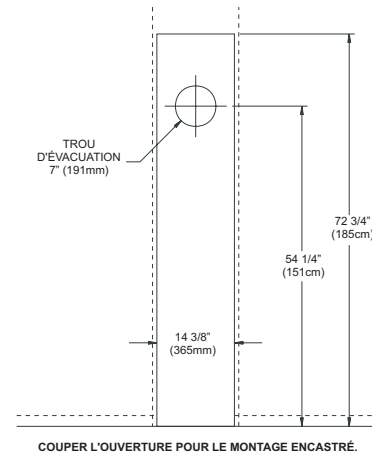
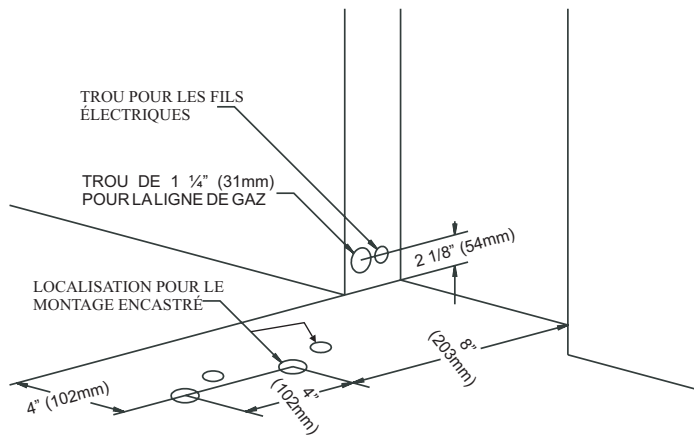

Figure 5
Figure 7
Le radiateur doit être situé sur un mur extérieur. Trouver les montants du mur, ainsi l'ouverture dans le mur sera entre les montants du mur. Le radiateur a une largeur de 14 1/8" (358mm) et peut être encastré entre deux montants dont la distance standard est de 16" (406mm). Comme le représente la Figure 5, l'ouverture dans le mur exige un diamètre de 7 1/2" (191mm). Localiser et couper l'ouverture du mur. S'il y a une isolation au-dessus de l'ouverture murale (tube d'entrée d'air), une barrière doit être installée au-dessus de l'ouverture murale pour empêcher l'isolation d'entrer en contact avec le tube d'entrée d'air. La barrière ne doit pas pénétrer dans le Ouverture murale de 7-1/2" (191mm) de diamètre.
Un guide est fourni dans l'emballage du radiateur pour vous aider à positionner le radiateur sur le mur. Aussi, référer à la Figure 5 et la Figure 7 pour positionner le radiateur sur le mur et pour situer les connexions pour la ligne de gaz.
Référer à la Figure 5 pour l'emplacement de l'ouverture dans le mur de 7 1/2" (191mm) de diamètre pour le radiateur. Après avoir localisé et coupé l'ouverture dans le mur, positionner le tuyau d'évacuation du radiateur dans le centre de l'ouverture du mur. Lorsque vous fixez le radiateur au mur, enlever la plinthe et la moulure derrière le radiateur. Fixer le radiateur au mur par le haut de la paroi extérieure avec (2) boulons à ailettes et au plancher par le bas de la paroi extérieure avec (2) vis #10 x 1 1/2" (38mm). Les vis et les boulons sont fournis.